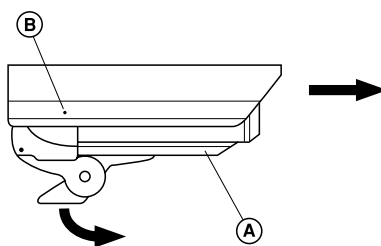

Fig. 2
3. Posicionar la rótula perpendicularmente a la cabina (Fig. 2).
4. Quite el tornillo (A) y destornille los dos tornillo (B) con la ayuda de una llave hexagonal de 4mm. Para acceder más fácilmente a los tornillos (B), deslizar el parasol hacia adelante (Fig. 2).